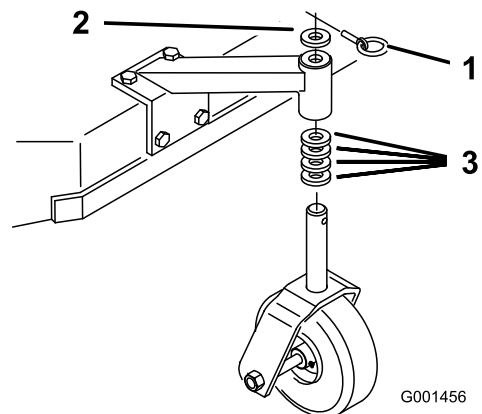

Figura 13
1. Usando la Tabla de alturas de corte, ajuste los espaciadores de las ruedas giratorias según el taladro de eje seleccionado (Figura 13).
2. Retire el pasador, retire la rueda giratoria del soporte y cambie los espaciadores (Figura 13).
3. Instale la rueda giratoria en el soporte e introduzca el pasador (Figura 13).